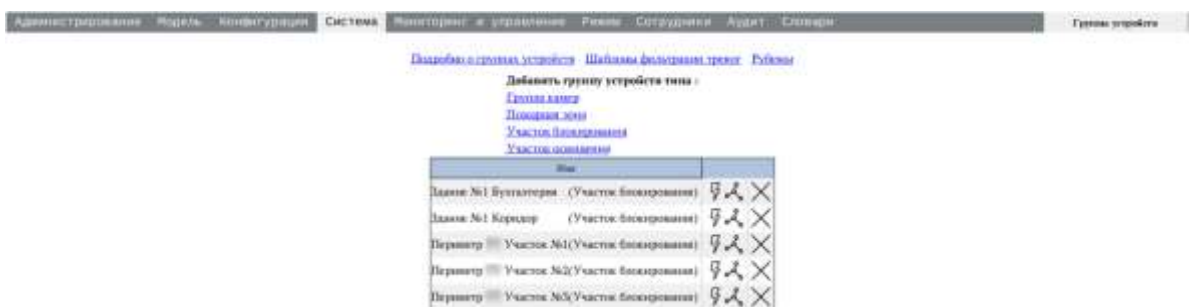

Рис. 62
Назначение реакций группе устройств осуществляется в окне программы «Администратор» на вкладке «Система» → «Группы устройств» (Рис. 62).
8.5.1. В списке групп устройств нажать кнопку «⚡» для соответствующей группы (Рис. 62).